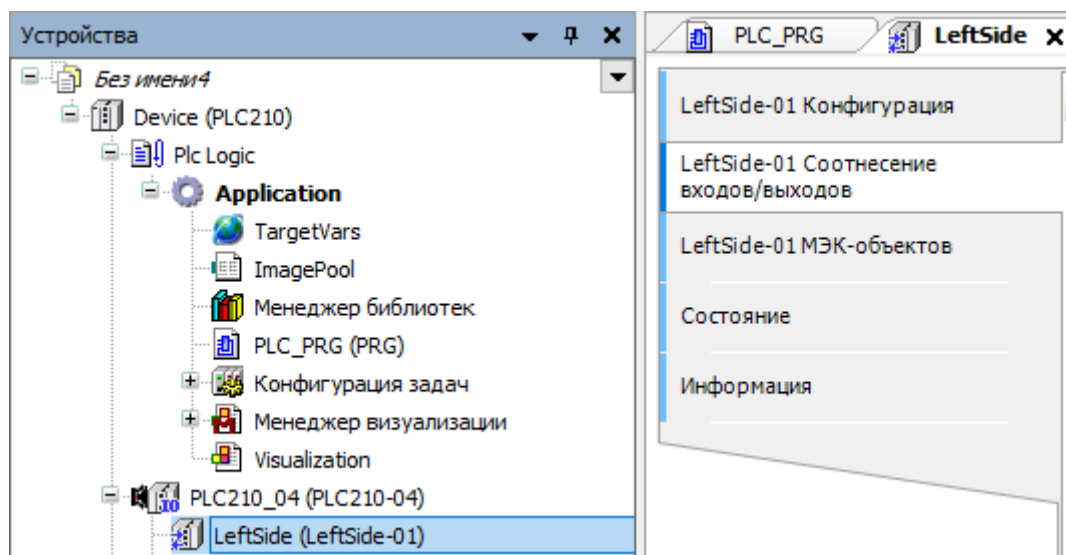

Рисунок 2.37 – Работа с входами/выходами ПЛК210-04
**Работа с входами и выходами ПЛК210.** Для работы с входами и выходами ПЛК 210-04 пользователю необходимо инициализировать переменные в блоке объявления переменных (класс VAR). Тип данных переменных, исходя из входных/выходных точек ПЛК210 – логический (**BOOL**). После инициализации переменных в дереве проекта необходимо перейти в категорию выбранного оборудования «PLC210\_04», затем выбрать вкладку «LeftSide» или «RightSide», далее категорию «Соотнесение входов/выходов» (рис. 2.37).